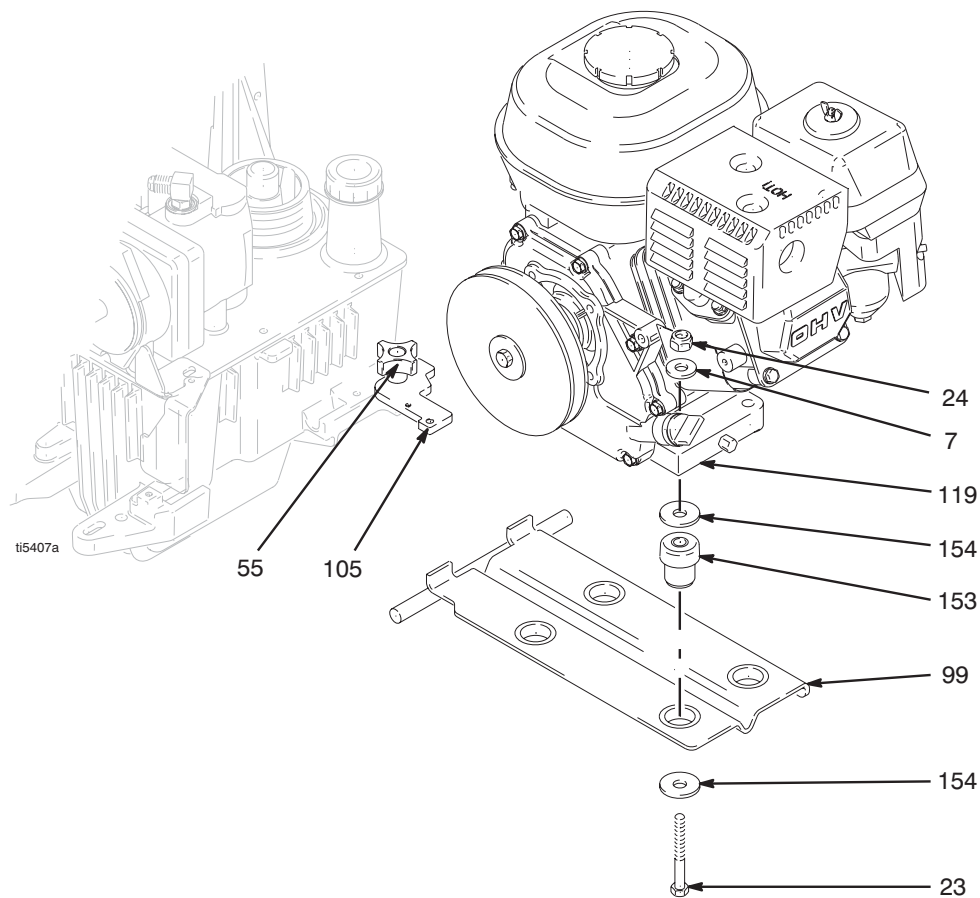

FIG. 4
2. Fig. 4. Desserrer le bouton du moteur (55).